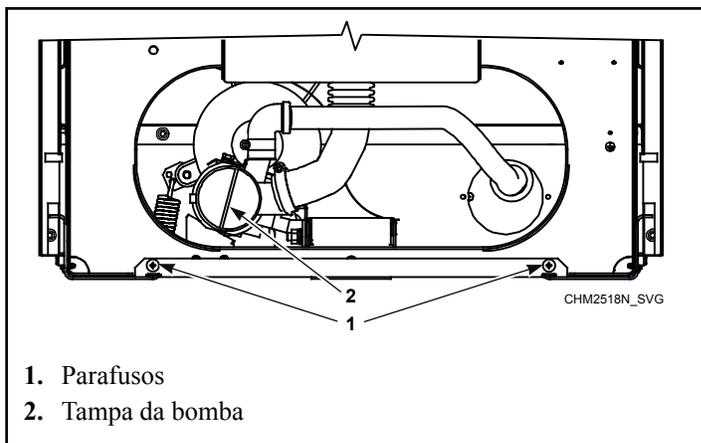

Figura 40
- c. Desaperte os parafusos e remova o painel frontal da máquina. Consulte *Figura 40*.